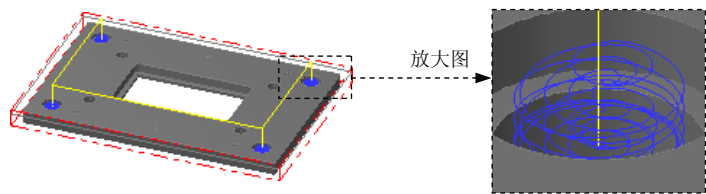

图 2.28 刀具路径
Step7. 单击“2D 刀具路径 - 螺旋铣孔”对话框中的  按钮，完成加工参数的设置，此时系统将自动生成图 2.28 所示的刀具路径。